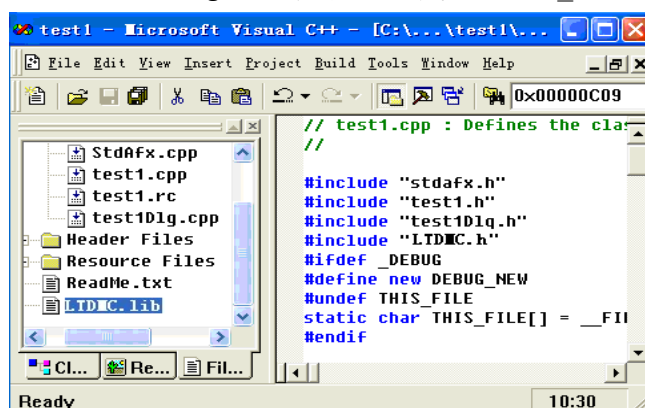

图 6.8 程序增加头文件
10) 打开 test1.cpp 文件，在程序开始部分添加相应语句：#include “LTDMC.h”，如图 6.8 所示。